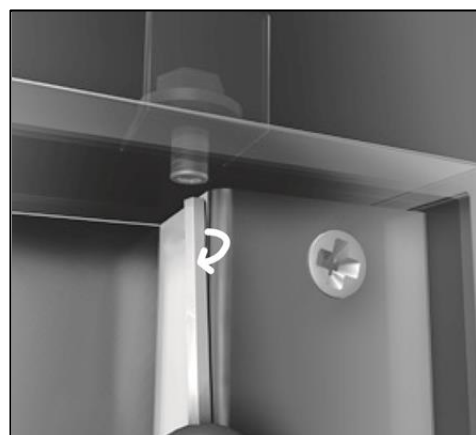

Abb. 3
- 5) Den Blendrahmen/Regenschutz mittels der vier Klemmstücke am Korpus des FSD bündig mit der Edelstahl-Säule befestigen (Abb. 3).